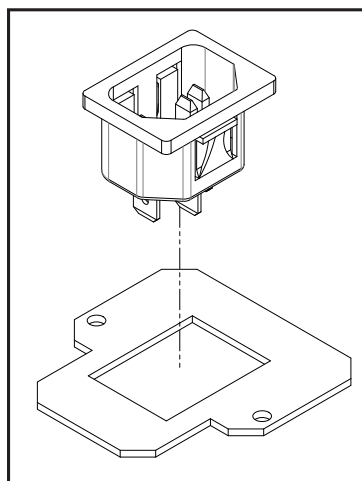

Figure 78: Plaque d'adaptation électrique
3. Enfoncez la prise IEC dans la plaque adaptatrice (incluse dans le sac du manuel). Faire référence à Figure 78 pour une bonne géométrie et orientation. **Assurez-vous que les tenons sont complètement en place pour que la fiche ne s'engage pas complètement.**